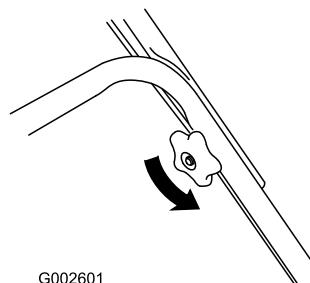

Figura 38
1. Afloje los pomos del manillar hasta que pueda mover libremente la sección superior del mismo (Figura 38).